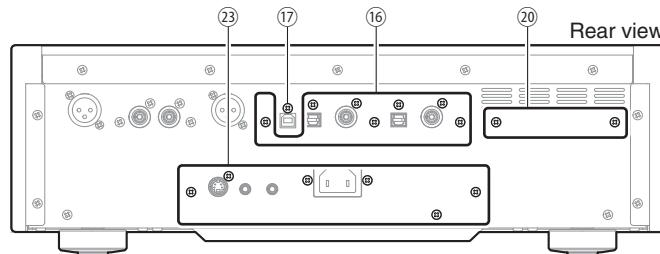

Fig. 8
- Remove 7 screws (⑰) and screw (⑱). (Fig. 8)
- Remove 2 screws (㉑). (Fig. 8)
- Remove 6 screws (㉔). (Fig. 8)
- ⑰ のネジ 7 本、⑱ のネジ 1 本を外します。 (Fig. 8)
- ㉑ のネジ 2 本を外します。 (Fig. 8)
- ㉔ のネジ 6 本を外します。 (Fig. 8)